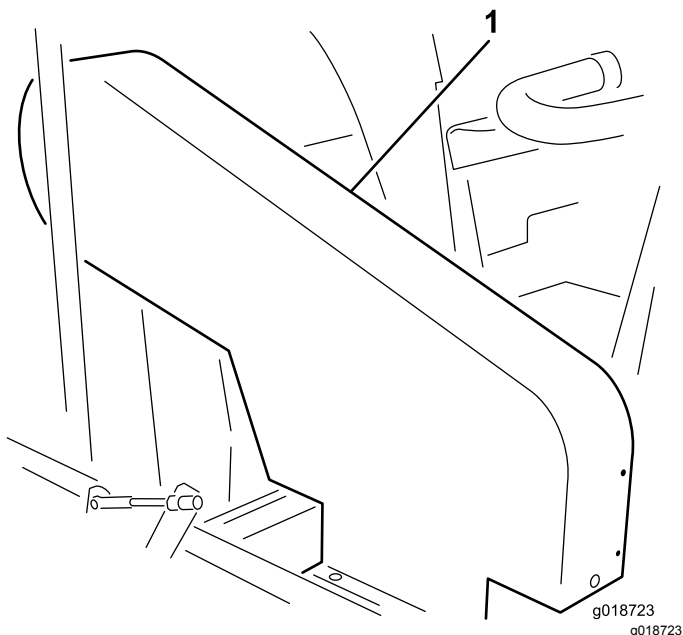

图19
注意 检查皮带张紧力无需卸下上皮带防护罩图19。如果要拆下皮带防护罩请卸下将防护罩固定至机架的 4 个螺栓、垫圈和螺母。不要在未安装防护罩时操作机器。
使用 1822N 的力按压叶轮与离合皮带轮之间的皮带中间位置检查皮带的张紧力。皮带应下压 1.3cm。如果下压不正确请参阅 调节叶轮传动皮带 \(页码 19\)。如果下压正确请继续正常操作图19。
使用 1822N 的力按压中间动轴与离合皮带轮之间的皮带中间位置检查皮带的张紧力。皮带应下压 6mm。如果下压不正确请参阅 调节中间动轴皮带 \(页码 20\)。如果下压正确请继续正常操作图19。
1. 卸下将上防护罩固定到机架的 4 个螺栓、垫圈和螺母 图19。